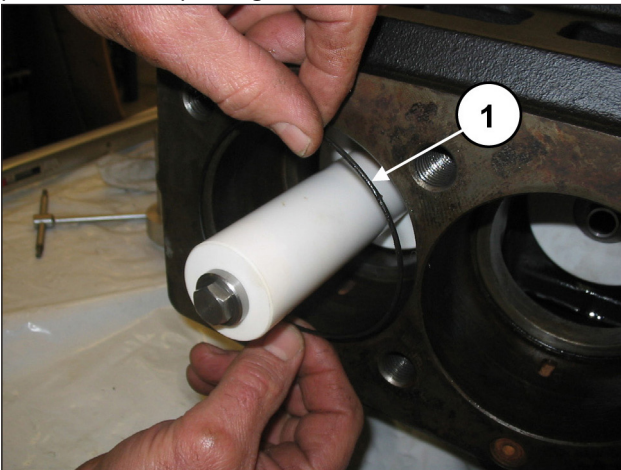
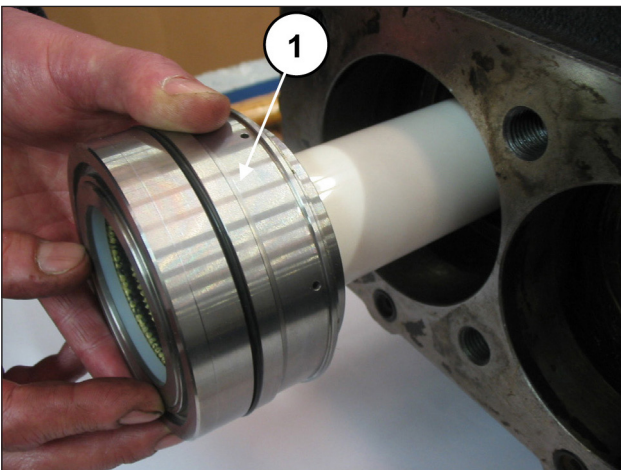

Fig. 179
Fig. 180
Placer le joint torique dans le carter de pompe (rep. ①, Fig. 179) puis le dispositif de blocage chemise-support de joint (avec le même joint torique) préalablement assemblé et les pousser à fond (rep. ①, Fig. 180).